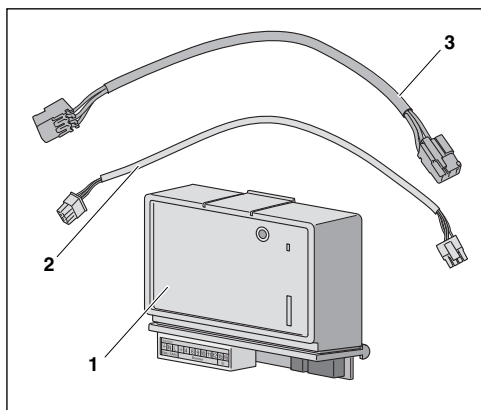

Bild 2 Lieferumfang Fremdbrennermodul BRM10
- 1 Fremdbrennermodul BRM10 inkl. Brennerstecker und SI-Stecker (→ Bild 2, [1])
- 1 Buskabel SAFe Bus (→ Bild 2, [2])
- 1 Netzanschlusskabel (→ Bild 2, [3])